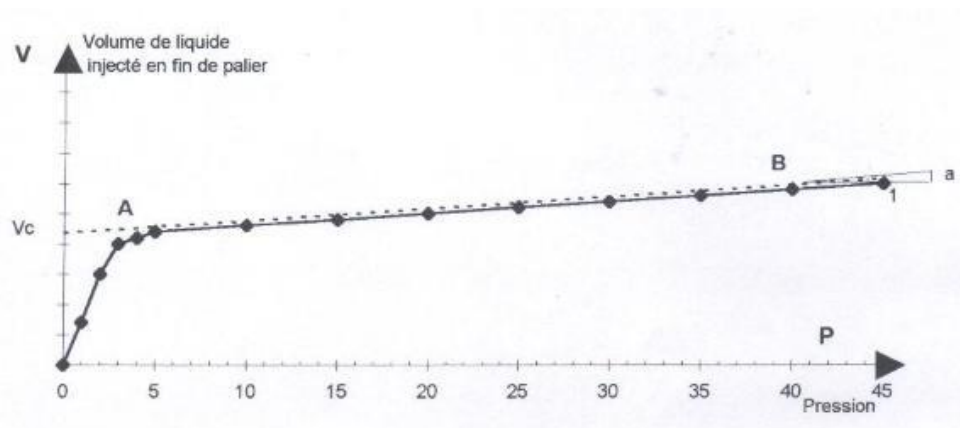

Figure 5 - Courbe d'expansion d'une sonde pressiométrique dans un tube de calibration (dans le cas où la pression différentielle est de 100 kPa - 1 bar -).
La pression maximale du détendeur habituellement utilisé sur les CPV est obtenue par la raideur du ressort (11) de la *figure 5*. Selon le type de ressort, la pression maximale que peut distribuer le détendeur sera de 1 , 2 , 4 , 8 ou 10 MPa (10 , 20 , 40 , 80 ou 100 bar).